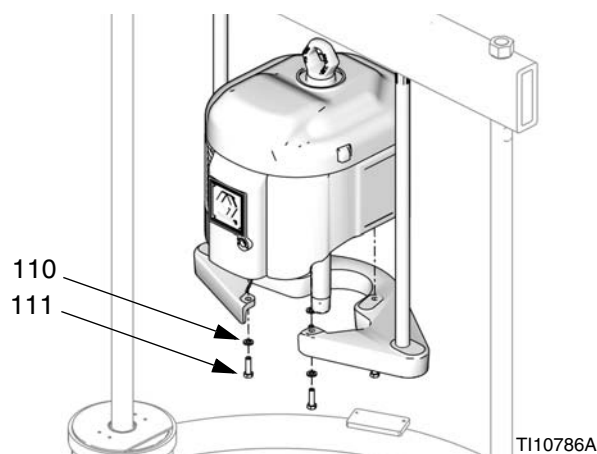

FIG.25 : Pour les moteurs pneumatiques NXT équipés d'un plateau plus petit avec groupe de dosage D200
4. placez la plaque d'assemblage (109) de façon à ce que le haut du moteur soit dégagé du stabilisateur. Voir FIG.25. A l'aide d'un appareil de levage, fixez le moteur sur la plaque d'assemblage (109) en utilisant les vis (111) et rondelles (110).